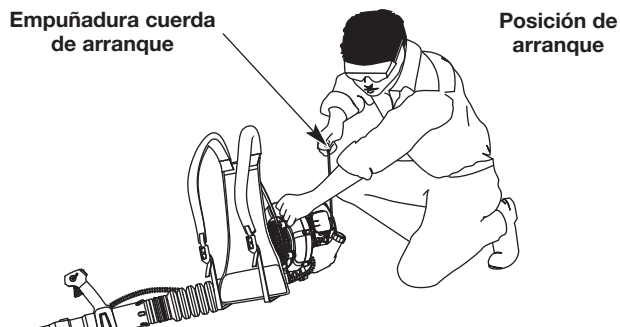

Fig. 9
ADVERTENCIA: Se debe evitar arrancar accidentalmente la unidad. A fin de evitar que se produzcan lesiones graves, el operador y la unidad deben estar en una posición estable cuando se jala la cuerda de arranque (Fig. 9).
6. Agacharse en la posición de arranque (Fig. 9).
7. Tire de la cuerda de arranque con un movimiento firme y controlado **5 veces** (Fig. 9).